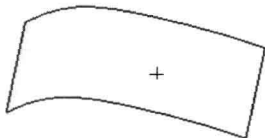

图1-9 创建表面上的点
- **【面上的点】**: 该方式用于在已经存在的曲面上创建点, 如图 1-9 所示。